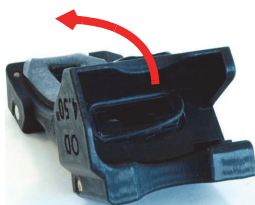

图 5-4 更换探头和楔块之间的O型环密封装置
1. 使用适当的工具，如：小平头螺丝刀，小心地提起并取下旧的O型环密封装置，这样不会损坏楔块上的安装表面（参见第47页的图 5-4）。